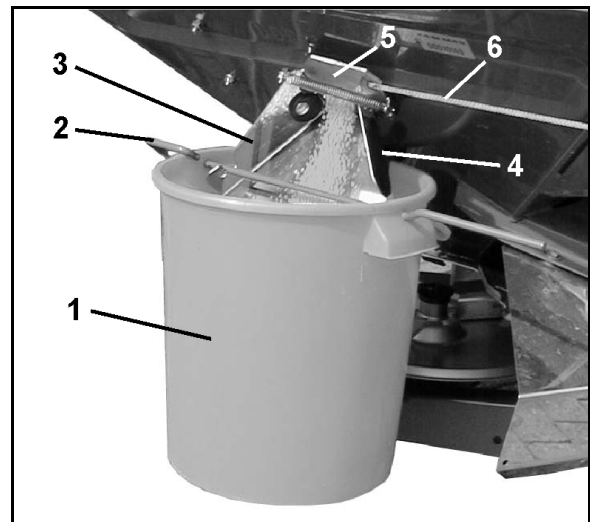

Fig. 56
1. Ripusta astia (Fig. 56/1) sangan (Fig. 56/2) avulla kouruun (Fig. 56/3). Napsauta astia kiinni pitimeen (Fig. 56/4 ja Kuva 55/1).
2. Avaa kourun sivuluisti (Fig. 56/5) kokonaan n. 5 sekunniksi narun (Fig. 56/6) avulla (varmistaksesi lannoitteen tasaisen virtauksen). Kaada sen jälkeen talteenotettu lannoite takaisin levittimen sisään.